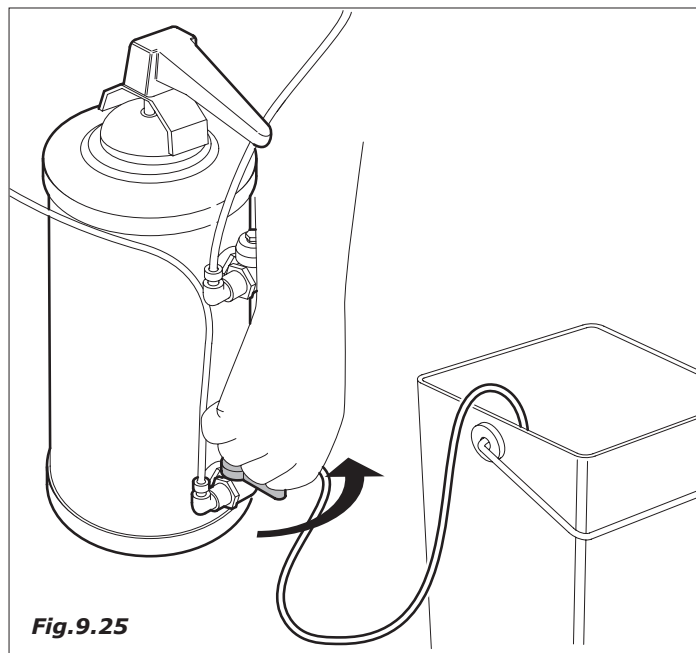

Fig.9.25
- virar a torneira inferior e por o relativo tubo num balde ou melhor ainda numa descarga (Fig.9.25).